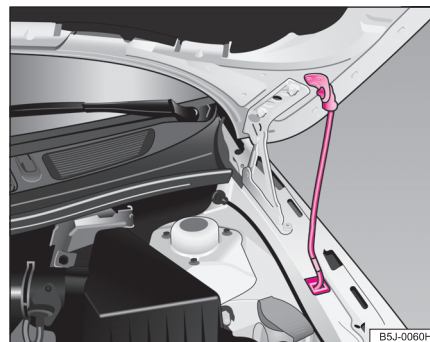

Fig. 155 Asigurarea capotei motorului cu tija de susținere
- Ridicați tija din suport și introduceți-o în orificiul prevăzut pentru aceasta ⇒ pagina 210, fig. 155.